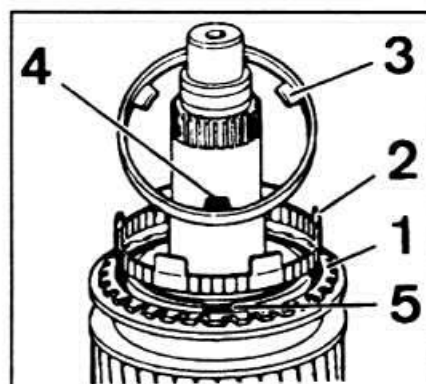

Рис. 5-20. Установка синхронизатора I передачи:
- Установить блокирующее кольцо синхронизатора I передачи, промежуточное кольцо и внутреннее кольцо, выступы которого должны войти в выемки ступицы (рис. 5-20).